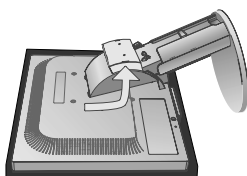

Figura S.3
5. Rimuovere il supporto con i tre ganci nel senso indicato dalla freccia (Figura S.3). Il monitor, ora, è pronto per un diverso montaggio.